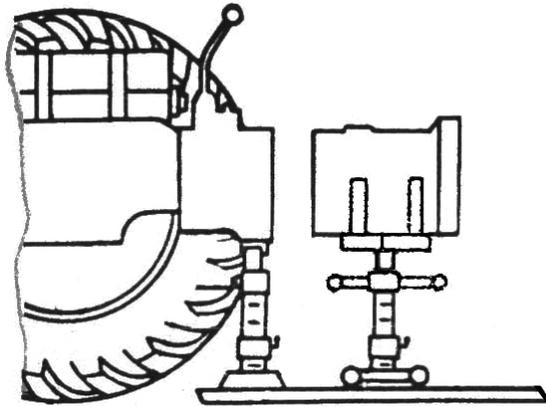

Рисунок 4.5
- 14) подведите под корпус коробки передач (КП) опору винтовую Р-7523 (или аналогичную ей) (рисунок 4.5) до полного контакта с корпусом КП;
- 15) установите подставку узловую Р-7524 на опору винтовую Р-7521 и подведите её под корпус муфты сцепления до полного контакта с поверхностью корпуса, (рисунок 4.5);
- 6) подведите под корпус коробки передач (КП) опору винтовую Р-7521 (или аналогичную ей) (рисунок 4.5) до полного контакта с корпусом КП;